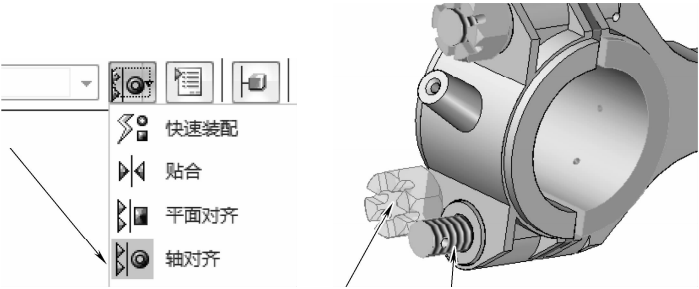

图 8-102 选择“轴对齐”
(4) 在【装配】的下拉箭头中选择【轴对齐】按钮，如图 8-102 所示。